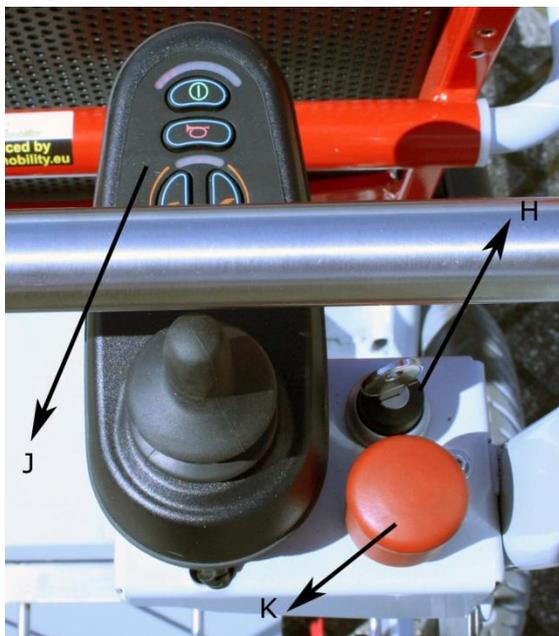

Abbildung 3
- Der Notstopp muss herausgezogenen sein (Abbildung 3 K).
- Der Schlüsselschalter muss im Stand 1 stehen (Abbildung 3 H). Das Drehlicht ist in Betrieb.